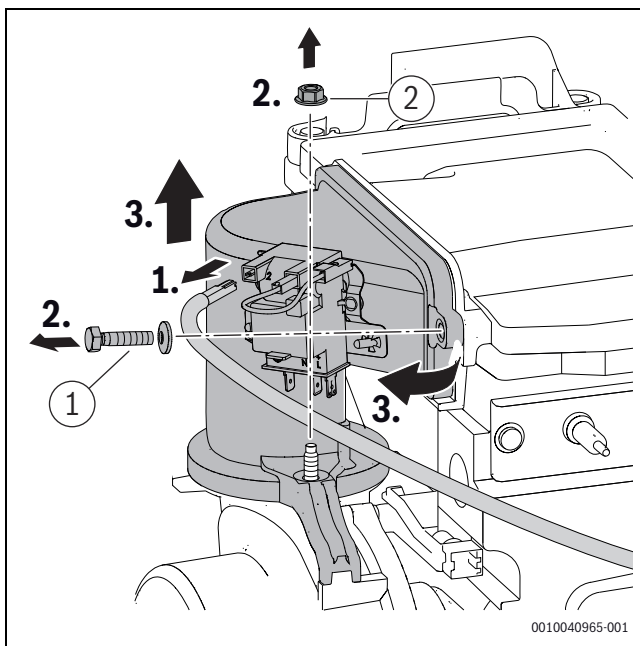

Рис. 61 Демонтаж смесительного устройства
- Затяните винт и гайку ([1] и [2], рис. 61) на смесительном устройстве с моментом $5,5 \pm 0,5$ Н·м.